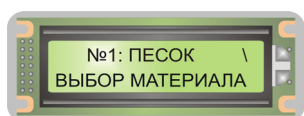

Рис. 1.1. Вид ЖКИ БУК в режиме «Выбор материала».
1.2. На цифровой клавиатуре БУК нажать кнопку «ВЫБ.» (при этом влагомер перейдет в режим «ВЫБОР»), вид ЖКИ БУК приведен на рис. 1.1.